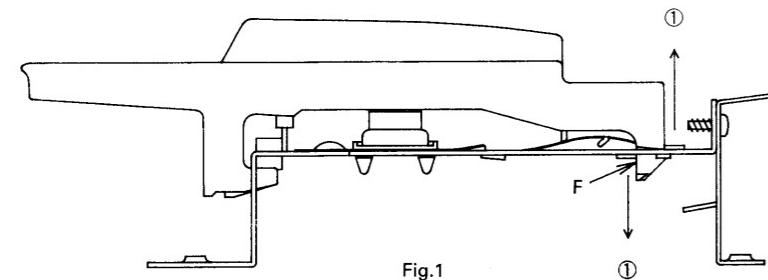

Fig.1
3. Verify that there is on clearance between the key fulcrum and portion F in the chassis. Attach the stopper (Fig. 1) on the portion F.
3. KEY 支点部とシャーシ係合部間 (F) に隙間の無い事を確認し、ストッパーは Fig. 1 に示す (F) に沿って貼る。